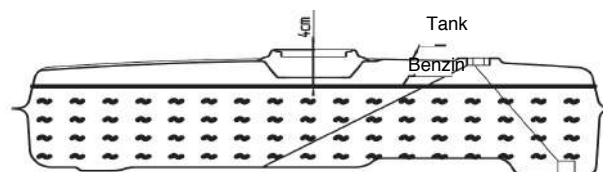

Abb. 14: Benzin-Expansion
Schritt 6: Den Tank mit Benzin auffüllen. Bleifreies Normalbenzin verwenden. Niemals Benzin mit mehr als 10% Ethanol-Anteil verwenden. Lassen Sie etwa 4 cm Freiraum im Tank für die Benzin-Expansion (Abb. 14).